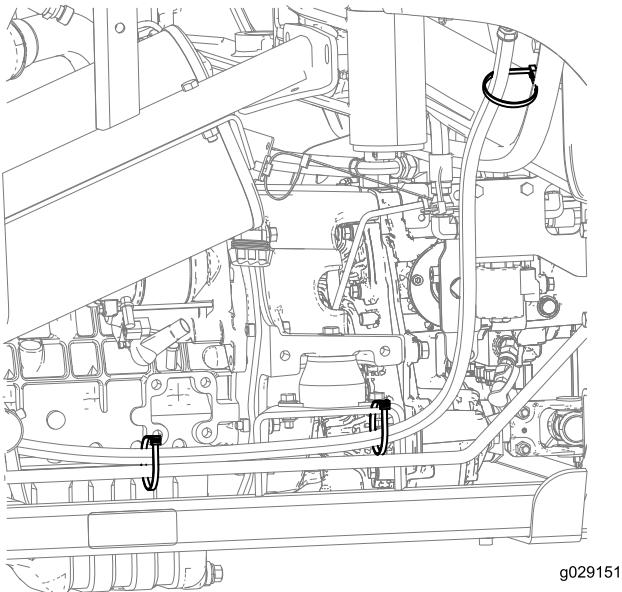

Bild 33
2. Befestigen Sie alle Teile mit drei Kabelbinden, wie in Bild 33 abgebildet.